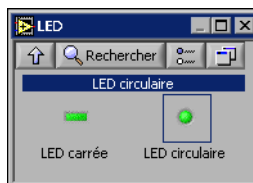

Figure 2-4. Palette LED
1. Dans la palette de **Commandes**, sélectionnez l'indicateur LED circulaire dans la palette **LED**, représentée à la figure 2-4 et placez-le sur la face-avant à gauche du graphe.